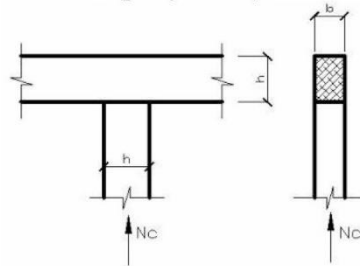

Рисунок 3. Поперечный лобовой упор
4.1 Проверить прочность поперечного лобового упора при смятии балки, опертой на стойку, сечения которых имеют размеры $b \times h$ (или круглое диаметром d). В стойке действует предельная сжимающая сила N_c (рисунок 3).